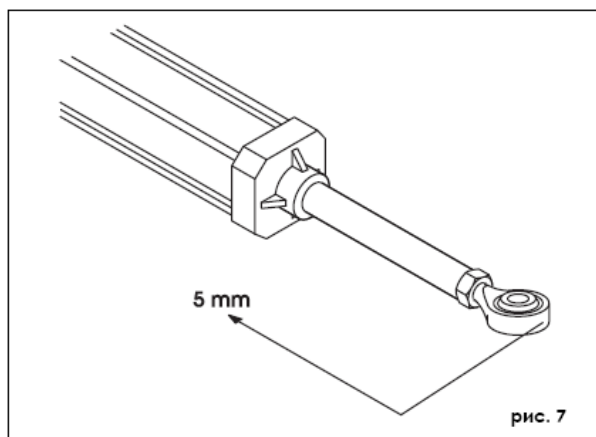

рис. 7
- 5) Вытяните шток до конечной точки хода поршня и затем вдвиньте приблизительно на 5 мм (рис. 7).